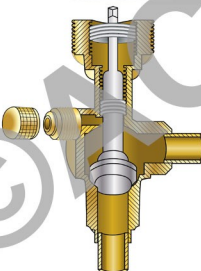

Figura 6-8 El Asiento Delantero
3. El Asiento Delantero es cuando el vástago se gira en el sentido de las agujas del reloj hasta que se detiene. El asiento delantero cierra la vía de la unidad exterior mientras el puerto de servicio y el juego de línea permanecen conectados. En la línea de aspiración, el asiento delantero cierra la vía hacia el compresor pero mantiene conectada la abertura entre el puerto de servicio y el juego de la línea de aspiración. El asiento delantero en la línea líquida cierra el camino hacia el condensador pero mantiene conectada la abertura entre el puerto de servicio y el juego de línea líquida. (Ver Figura 6-8).